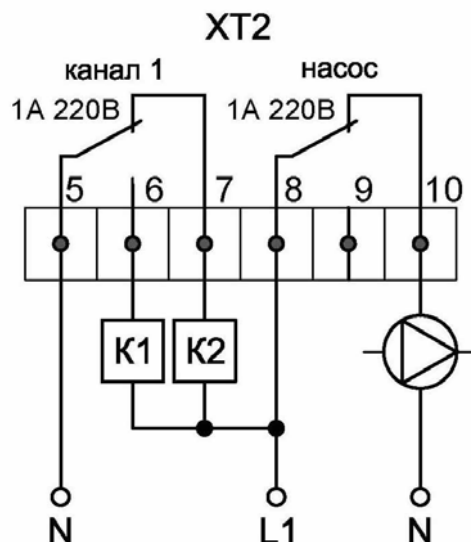
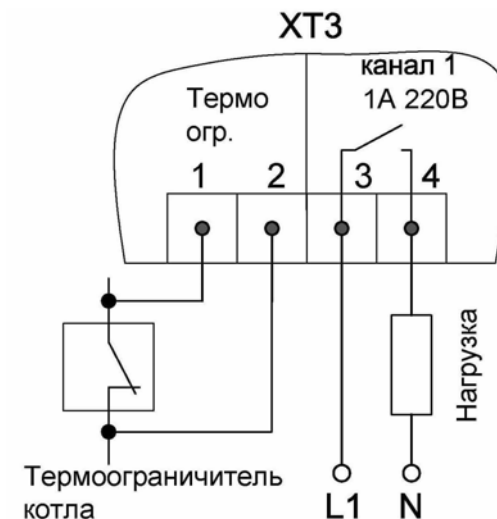

Рис. 3
Рис. 4
К клеммнику XT2 (Рис. 3) подключается циркуляционный насос электрокотла. При включении котла по команде GSM-модуля включается и циркуляционный насос. При выключении котла осуществляет отключение насоса.
7.2. Подключение к **дополнительным каналам** управления (1 и 2) осуществляется соответственно через клеммник XT2 и XT3 «КАНАЛЫ» (Рис. 3 и Рис.4).
Канал1 (клеммник XT2) (Рис. 3) состоит из пары контактов – нормально-замкнутого и нормально-разомкнутого. Нагрузочная способность, коммутируемая реле управления 5А при напряжении 220В. Если подключаемые устройства, имеют более высокие нагрузки, тогда они подключаются через промежуточные реле.
Канал2 (клеммник XT3) (Рис. 4) состоит из нормально-разомкнутого контакта. Нагрузочная способность, коммутируемая симистором управления 1А при напряжении 220В. Если подключаемые устройства, имеют более высокие нагрузки, тогда они подключаются через промежуточные реле.
На Рис. 3 изображен вариант схемы подключения канала №1 GSM модуля для переключения работы системы отопления с основного котла на резервный.
Через контакты 1-2 клемника XT3 (Рис. 4) осуществляется подключение контактов термовыключателя котла. При срабатывании термовыключателя модуль пошлет сообщение «темкотNO».